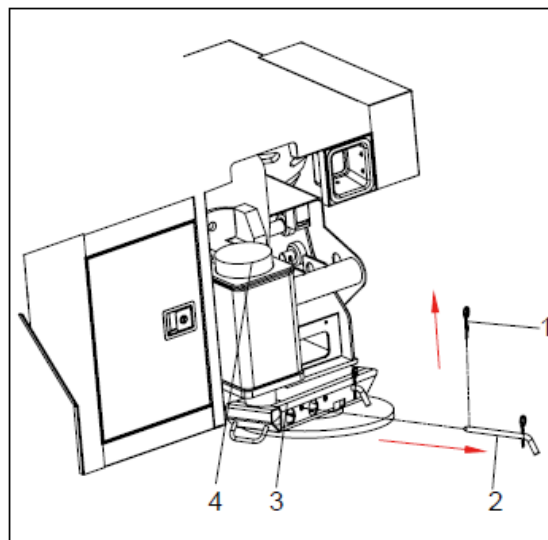

Fig.4-62
1) Retire o pino de fixação e o pino do suporte de conexão. Veja Fig.4-62.